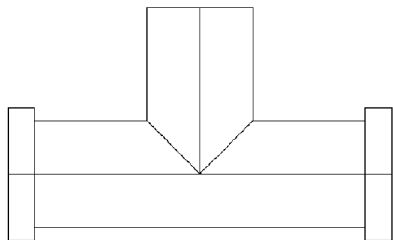

图 12-39 镜像凸台
2) 单击【修改】选项板 | 【镜像】按钮  镜像，选择绘制的凸台，捕捉竖直圆柱体上端面中间的象限点和竖直圆柱体的下端点为镜像线，在命令行输入“N”，选择不删除源对象，镜像后的效果如图 12-39 所示。